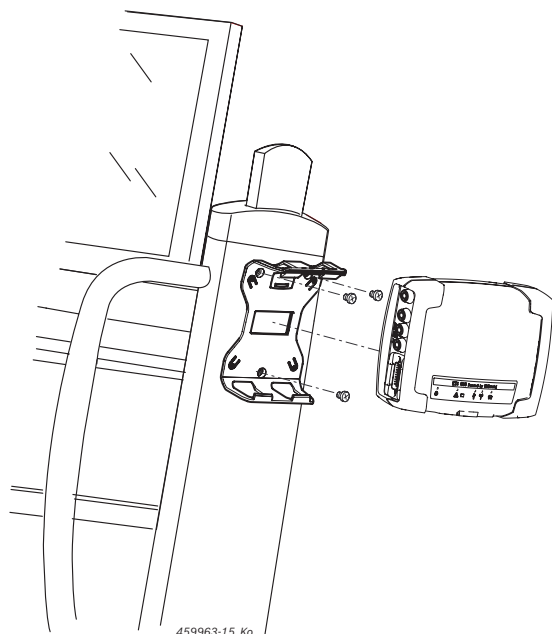

Fig. 7: Montage du support de fixation
1. Visser le support de fixation sur le chariot avec les vis à tête bombée fournies dans le contenu de la livraison (fig. 7).